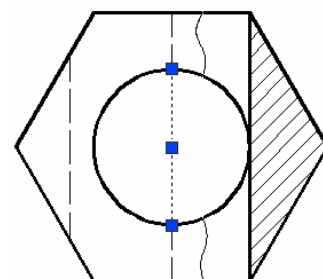

Рис. 5.40
30. С привязкой *Конточка (Endpoint)* или *Квадрант (Quadrant)* вычертить отрезком (  ) вертикальную ось на виде сверху только в пределах сквозного цилиндрического отверстия (рис. 5.40).